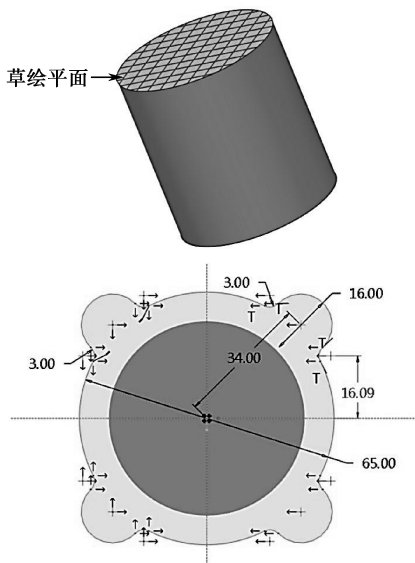
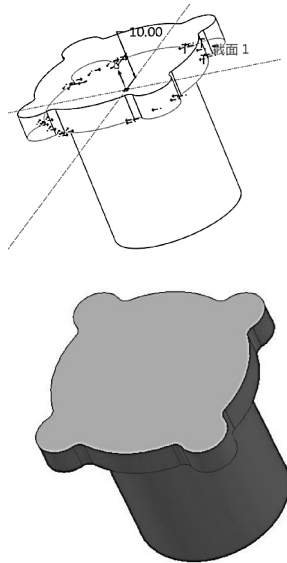

图 4-162 草绘平面及凸台一端截面
图 4-163 拉伸方向及凸台成型效果
- (1) 单击按钮打开拉伸操控面板；
- (2) 选取圆柱一端的表面作为草绘平面；
(3) 单击  进入二维绘图模式, 绘制如图 4-162 所示的截面。单击草绘界面的  按钮退出草绘模式。选择拉伸方向向上, 在属性面板的深度文本框输入 10。单击  按钮预览模型设计效果, 确认无误后单击拉伸操控面板的  按钮完成阀体安装凸台的创建, 如图 4-163 所示。